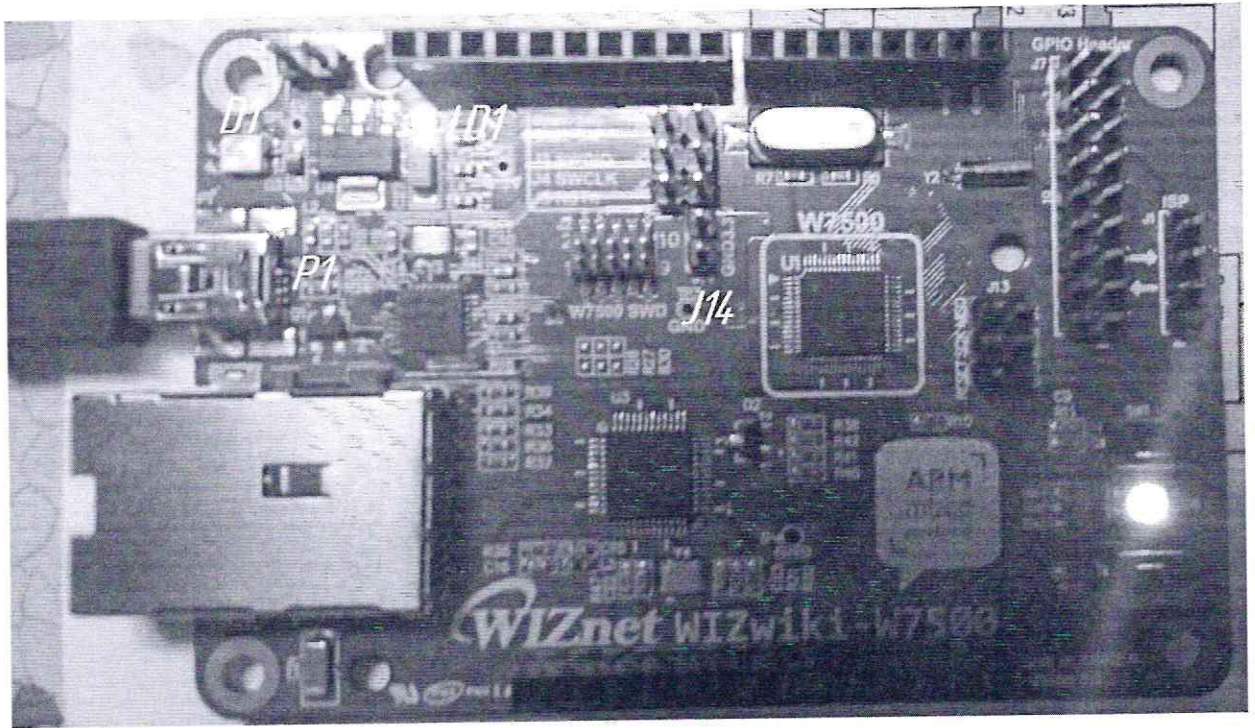

Рисунок 1. Общий вид отладочной платы WIZwiki-W7500.
2. Убедиться в штатном функционировании отладочной платы WIZwiki-W7500 наблюдая свечение светодиода LD1 красным цветом (см. рисунок 1).
6. Наблюдать мерцание светодиода D1 (см. рисунок 1), указывающее на штатное исполнение процесса программирования устройства.